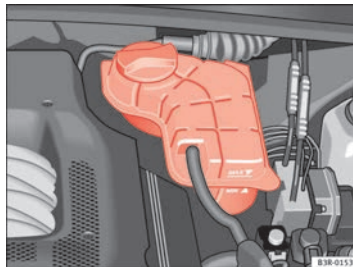

Abb. 172 Motorraum:
- Lesen Sie den Kühlmittelstand an dem Kühlmittel-Ausgleichsbehälter ⇒ Seite 237, Abb. 172 ab. Er muss bei kaltem Motor zwischen den Markierungen „min“ und „max“ liegen. Bei warmem Motor kann er auch etwas über der Markierung „max“ liegen.
- Legen Sie einen Lappen auf den Deckel des Kühlmittel-Ausgleichsbehälters ⇒ Seite 237, Abb. 172 und schrauben Sie den Deckel **vorsichtig** links herum ab ⇒ .